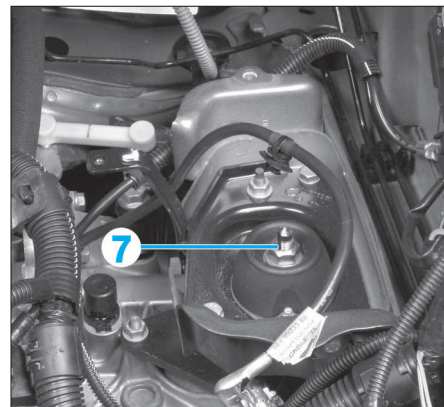

FIG. 3
- le support de boîte de vitesses gauche (7) (Fig.3)